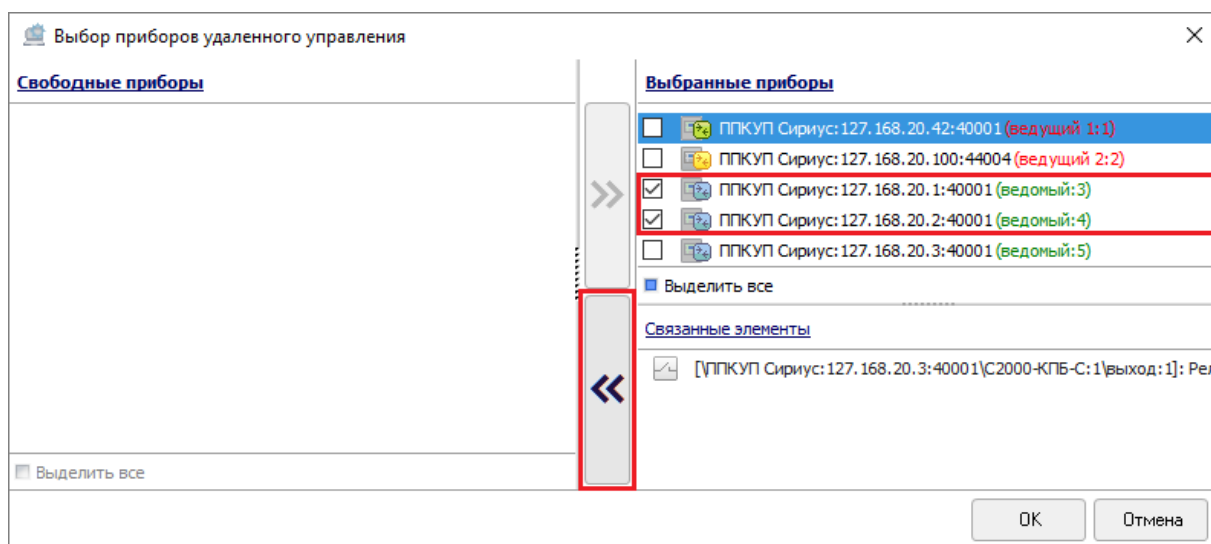

Рисунок 6-274 Выбор ППКУП "Сириус" для отмены межпанельной связи кнопкой переноса
- установите флаги в чекбоксах слева от соответствующих ППКУП «Сириус» в области «Выбранные приборы» (чтобы установить/снять флаги для всех ППКУП «Сириус» установите/снимите флаг в чекбоксе «Выделить все» в нижней части области «Выбранные приборы») и нажмите кнопку переноса  (см. Рисунок 6-274);